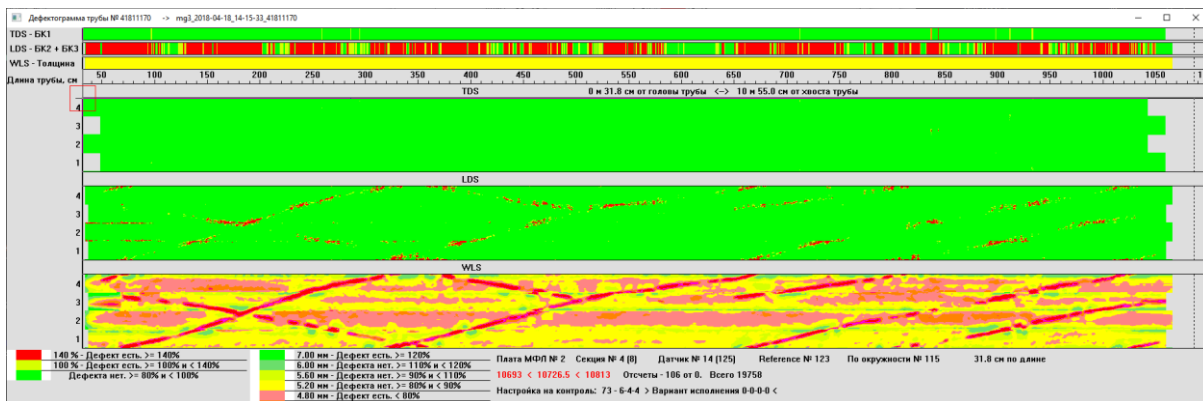

Рисунок 12 – Та же дефектограмма трубы с эрозией от пробоя электрических кабелей, но с увеличенным количеством уровней дефектности
- Настраиваемое количество уровней дефектности для удобства принятия решения о сортности трубы (рис. 12).